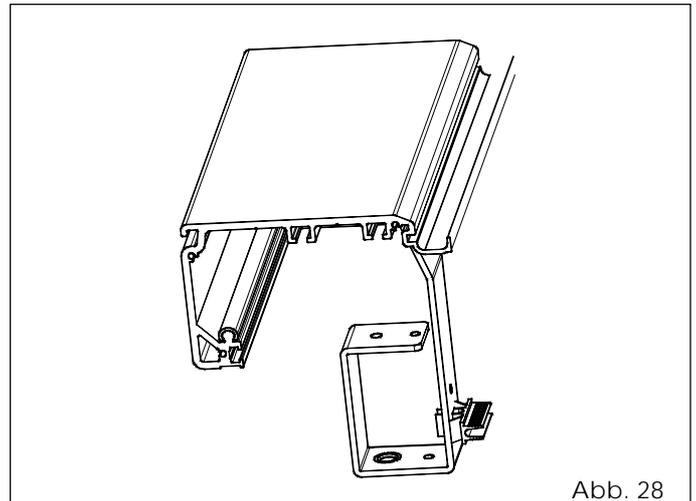

Abb. 28
- Den Bügel zur Halterung des internen Freigabegriffs am anderen Ende des Querträgers (auf der Seite der Gruppe Motor) laut Angaben in Abb. 28 befestigen.